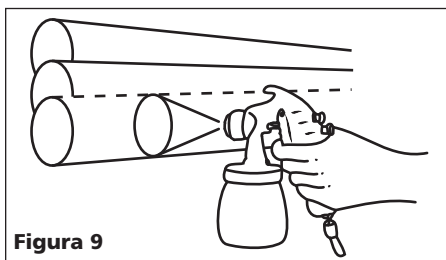

Figura 9
4. Los empates entre cada mano deben ser suficientes para obtener un acabado parejo al final (Vea la Figura 9).